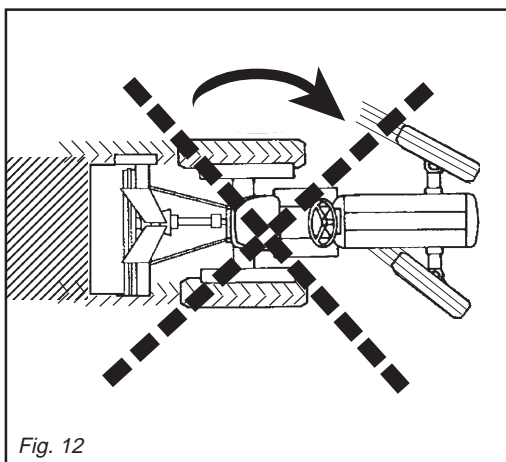
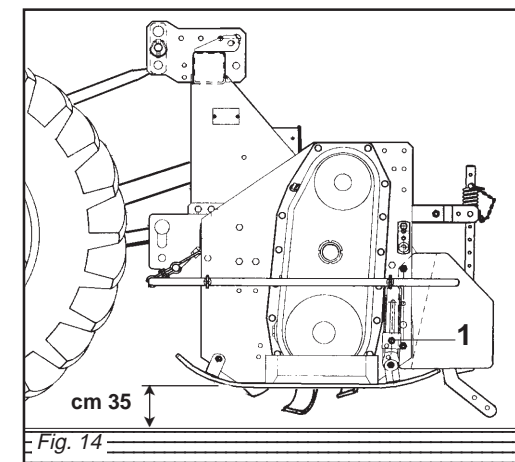

Fig. 12
Fig. 14
Evitare di far girare a vuoto (fuori del terreno) la zappatrice. Durante il lavoro evitare di effettuare curve con la macchina interrata, ne tantomeno lavorare in retromarcia (Fig. 12, 13). Sollevarla sempre per i cambiamenti di direzione e le inversioni di marcia. Durante il trasporto, od ogni qualvolta si renda necessario il sollevamento della zappatrice, è opportuno che il gruppo di sollevamento del trattore venga regolato in modo che la zappatrice stessa non sia sollevata da terra per più di 35 cm circa (Fig. 14).
*Never allow the steering hoe to operate out of the soil. During work, avoid turning corners while the implement is soil working. Never work in reverse (Fig. 12, 13). Always raise the implement in order to reverse or change direction.*
*During transport, or whenever the implement must be raised, it is advisable to adjust the lift unit of the tractor so that the implement itself is not raised more than about 35 cm from the ground (Fig. 14).*
Vermeiden Sie es, die Hackfräse unbelastet (außerhalb der Erde) laufen zu lassen. Wenn das Gerät unterirdisch arbeitet, keine Kurven fahren und auch nicht rückwärts fahren (Abb. 12, 13). Das Gerät zum Ändern der Richtung und zum Wenden immer ausheben. Während des Transportes, jedesmal wenn das Ausheben des Gerätes erforderlich wird, sollte der Kraftheber des Schleppers immer so eingestellt werden, daß das Gerät nicht mehr als circa 35 cm Abstand vom Boden aufweist (Abb. 14).
*Évitez de faire tourner l'appareil à vide (hors du sol). Pendant le travail évitez les virages quand la houe est enterrée ou bien en marche arrière. Relevez toujours l'appareil lors des changements de direction et des inversions de marche (Fig. 12, 13). Pendant le déplacement et chaque fois qu'il faut relever la houe, veillez à ce que le groupe de relevage du tracteur soit réglé de manière à la soulever au moins de 35 cm (Fig. 14).*
Evitar hacer girar en vacío (no apoyada sobre el terreno) la binadora. Durante el trabajo evitar efectuar curvas con la máquina enterrada y no trabajar marcha atrás. Alzarla siempre para cambiar de dirección y para las inversiones de marcha (Fig. 12, 13). Durante el transporte, cada vez que se hace necesario alzar el equipo, es conveniente que el grupo de elevación del tractor se regule en modo tal que el equipo mismo no se alce desde el suelo más de 35 cm aprox. (Fig. 14).